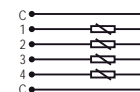

Fig. 4
- Fig. 4: Analog inputs connection (ST KNT 001 or ST KNT 002)
- Fig. 4: Conexión de entradas analógicas (ST KNT 001 ó ST KNT 002)